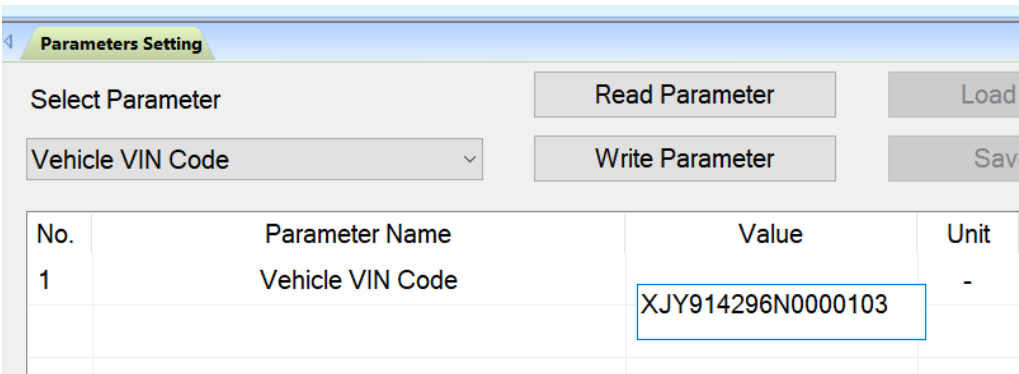

Рис. 3.4.2 Ввод VIN код транспортного средства.
- В появившемся окне, в выпадающем меню, выбрать «Vehicle VIN Code» и в таблице, в колонке «Value», ввести VIN код транспортного средства (Рис. 3.4.2.).